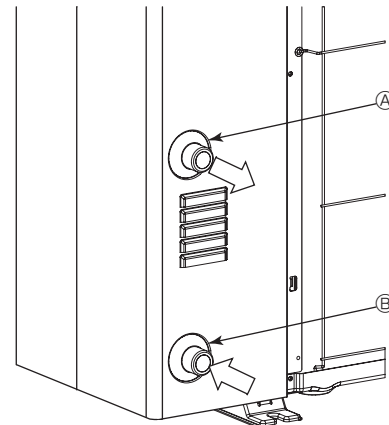

Fig. 5-1
### 5.1. Ligação da tubagem de água (Fig. 5-1)
- A posição dos tubos de entrada e de saída é apresentada na Fig. 5-1.
[Fig. 5-1]